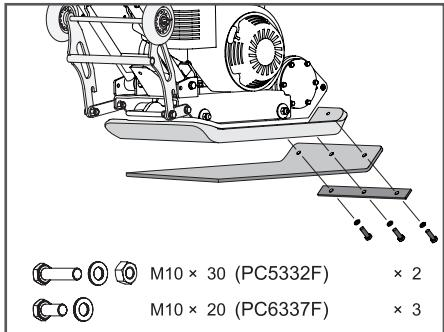

Рис. 8 Установка резинового коврика
- Совместите отверстия в рабочей пли-те 1, коврике 2 и крепежной пластине 3 и закрепите коврик на рабочей пли-те с помощью крепежа, как показано на Рис. 8.